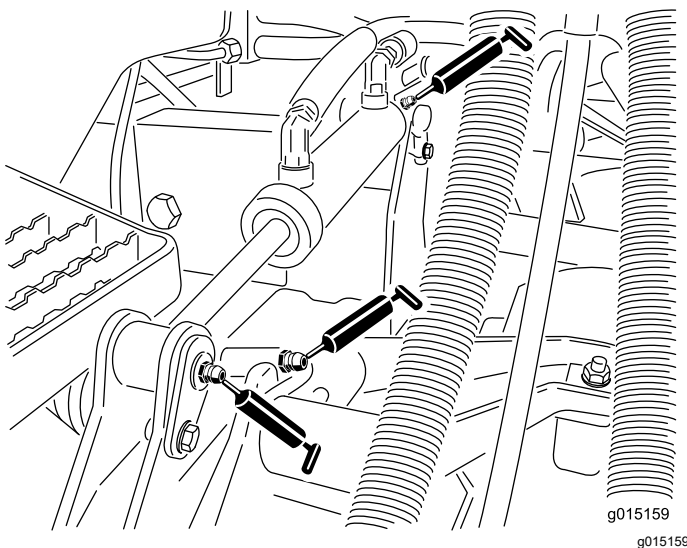

Figura 50
- Casquillos de los cilindros de elevación (2 por unidad de corte) (Figura 50)
- Casquillos de los brazos de elevación (1 por unidad de corte) (Figura 50)